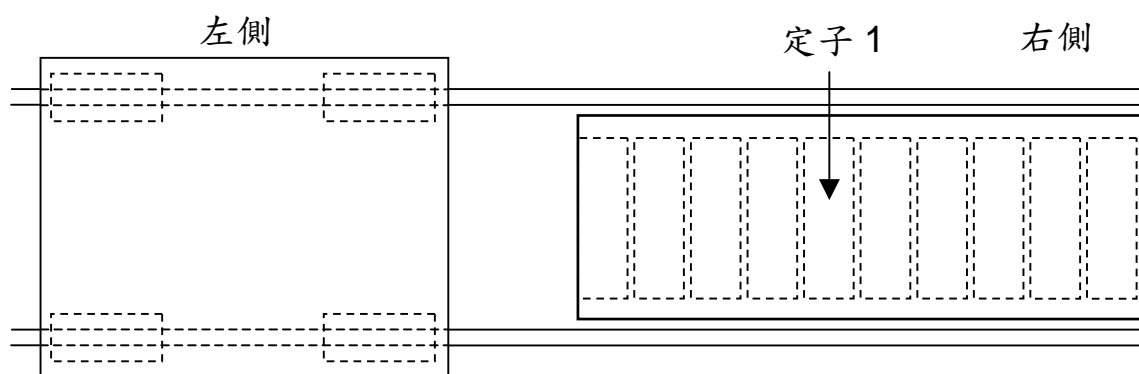

Figure 2. 安裝定子 1 在右側
- (3) 將動子移到左側(figure 2)之後再安裝定子 1 在右側，以避免人員被動子與定子夾傷。